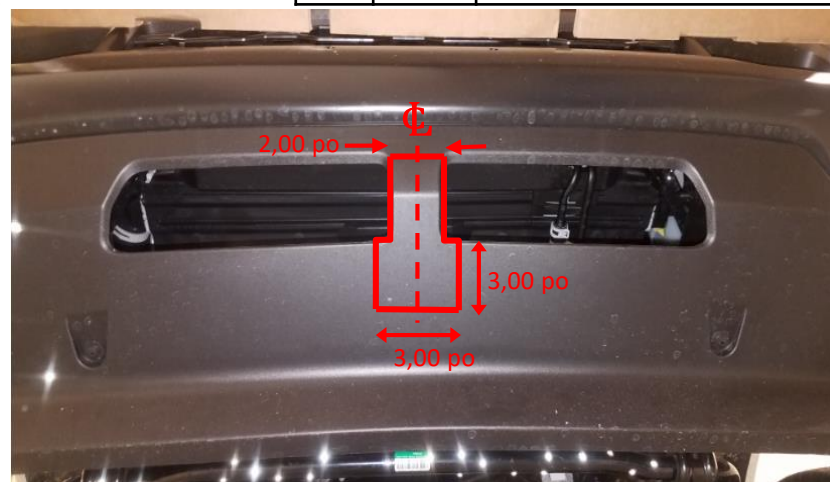

Figure 2
- Retirer les boulons d'usine** – À l'aide d'une douille de 24 mm et d'une clé à fourche, retirez les (2) boulons d'usine M16 du châssis du véhicule; des deux côtés. (**Avertissement :** Une fois que les (2) boulons d'usine M16 ont été retirés, il est possible que le support se sépare du châssis du véhicule. Si le support est desserré, retirez-le du châssis du véhicule jusqu'à l'installation de l'attelage). À l'aide d'une douille de 18 mm et d'une clé à fourche, retirez le (1) boulon d'usine M12 du châssis du véhicule; des deux côtés. Remettez les boulons d'usine au propriétaire du véhicule.
- Découper le carénage inférieur** – À l'aide d'un couteau à lame rétractable, coupez la section centrale de l'ouverture de carénage. Cette pièce de carénage sera complètement retirée, puis jetée. Puis, découpez un carré de 3 po x 3 po sous le centre; consultez la **Figure 2**.
- Retirer les boulons d'usine** – À l'aide d'une douille de 24 mm et d'une clé à fourche, retirez les (2) boulons d'usine M16 du châssis du véhicule; des deux côtés. (**Avertissement** : Une fois que les (2) boulons d'usine M16 ont été retirés, il est possible que le support se sépare du châssis du véhicule. Si le support est desserré, retirez-le du châssis du véhicule jusqu'à l'installation de l'attelage). À l'aide d'une douille de 18 mm et d'une clé à fourche, retirez le (1) boulon d'usine M12 du châssis du véhicule; des deux côtés. Remettez les boulons d'usine au propriétaire du véhicule.